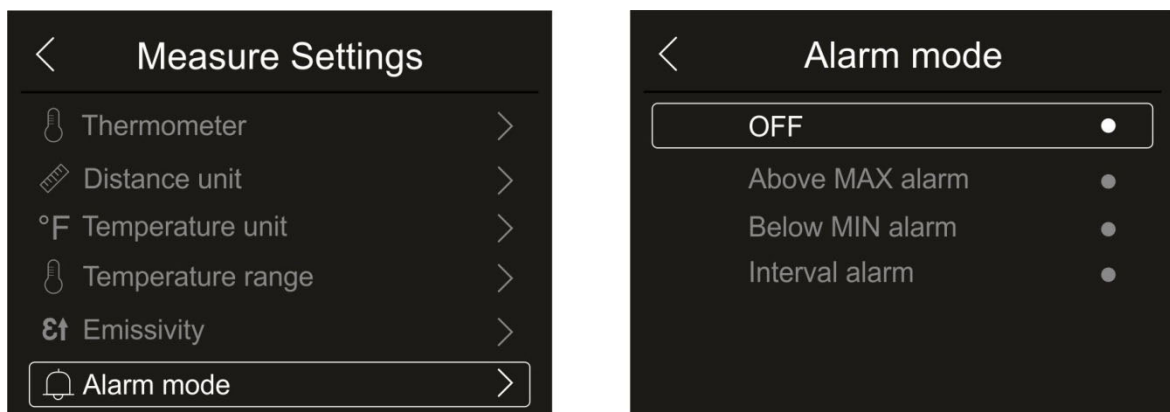

Abb. 26: Menü Aktivierung der Alarmschwellen für die Messungen
1. Berühren Sie “Alarm mode”, um die akustischen Alarmschwellen für die Temperaturmessung zu aktivieren, die den im Bild eingefügten Gegenständen (Cursor, Punkte, Linien und Bereiche) zugeordnet sind, die mit der im Hauptmenü vorhandenen Funktion “Alarm” assoziiert sind (siehe § 5.3). Die Abb. 26 – rechte Seite erscheint im Display: